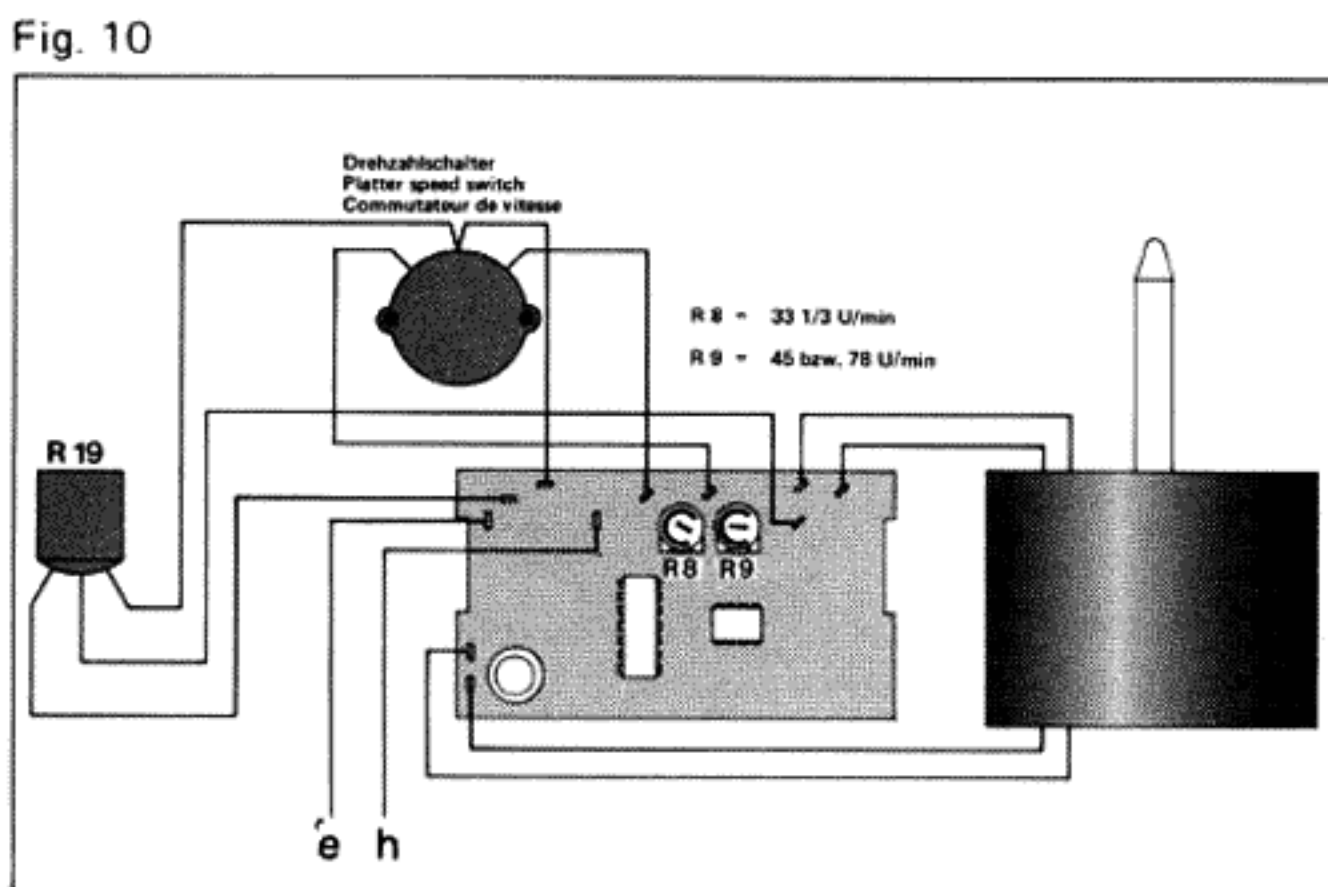

Fig. 10
4. Austausch-Motorelektronik einsetzen und Verbindungsleitungen anlöten – siehe Anschlußschema Fig. 10.